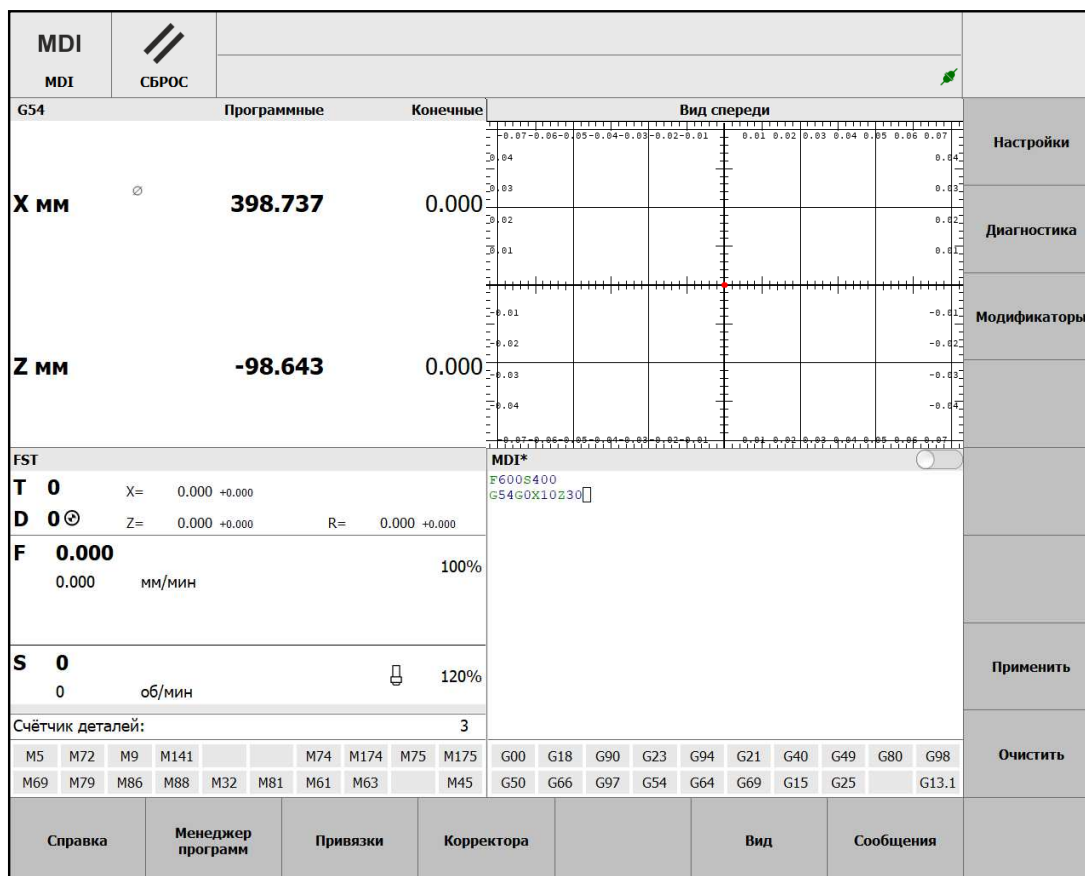

Рис. 3.6. Окно режима преднабора
Режим преднабора включается кнопкой  на функциональной клавиатуре. После его включения на основном экране в секции текста УП (5) появится курсор в окне преднабора (рис. 3.6).